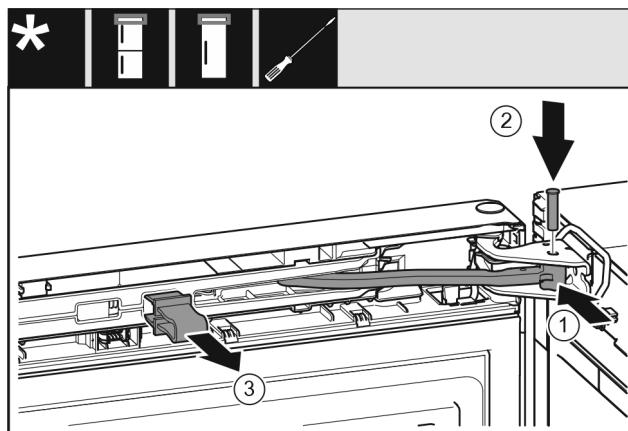

Fig. 24
- Завъртете шарнира в лагерната стойка. Fig. 24 (1)
- Поставете болта в лагерната стойка и шарнира. При това обърнете внимание на това, фиксиращата гърбица да е легната правилно в жлеба. Fig. 24 (2)
- Свалете предпазителя. Fig. 24 (3)